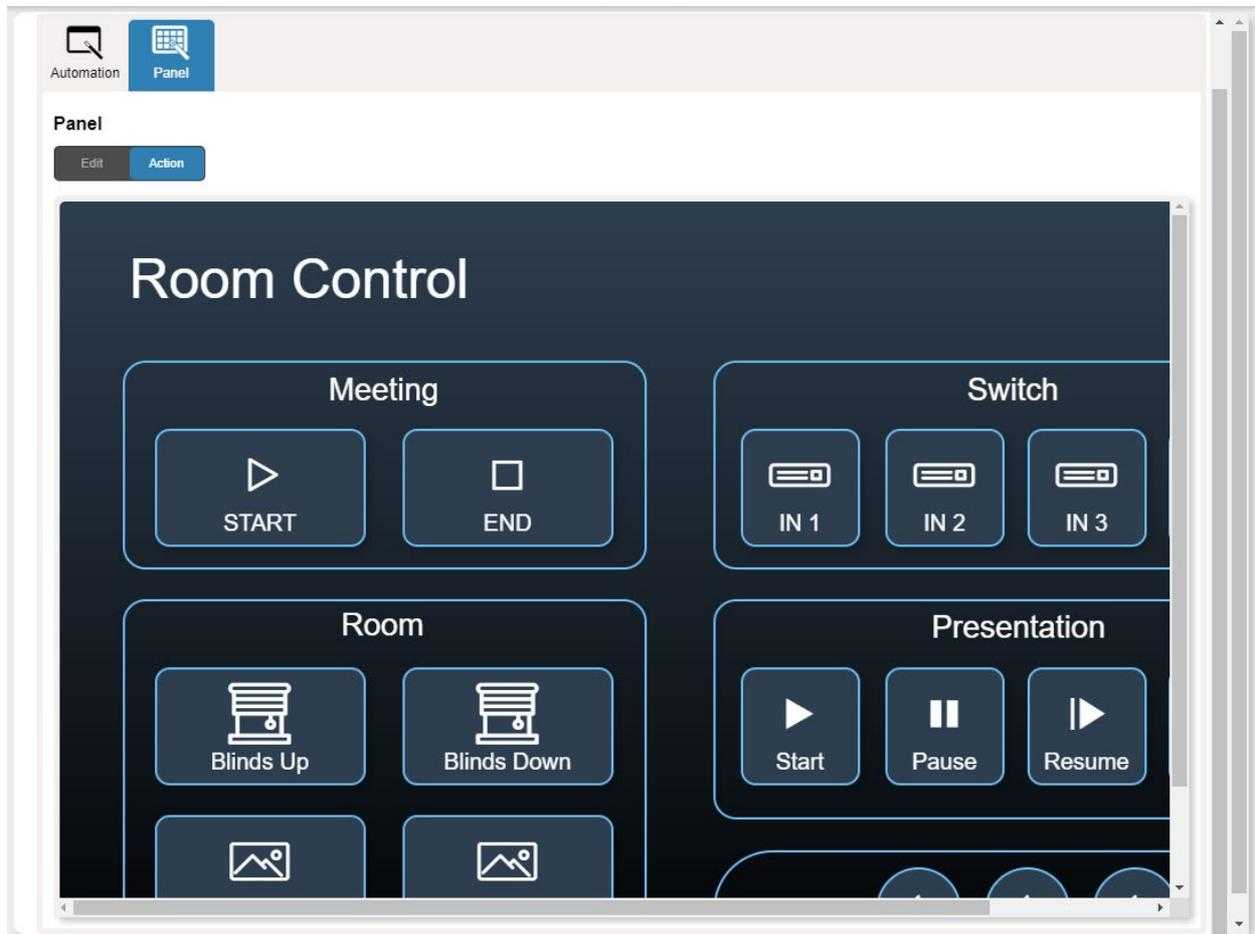

図43 : Automation ページ – Panel タブ
2. **Panel** タブをクリックします。デフォルトの VS-411XS Maestro Room Control パネルが表示されます (図43を参照)。
2. **Panel** タブをクリックします。デフォルトの VS-411XS Maestro Control Panel パネルが表示されます (図43を参照)。
2. **Panel** タブをクリックします。VS-411XS Maestro Control パネルが表示されます (図43を参照)。
2. **Panel** タブをクリックします。VS-411XS Maestro コントロールパネルが表示されます (図43を参照)。